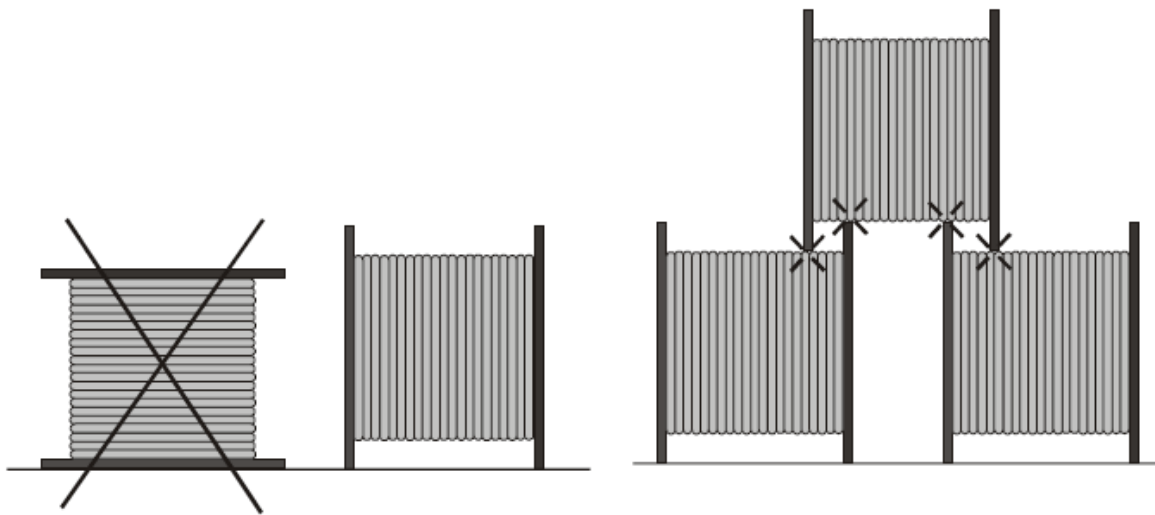

Рис. 1 Требования при транспортировке и хранении барабанов
3.7 При хранении не допускается установка барабанов друг на друга (рис. 1).